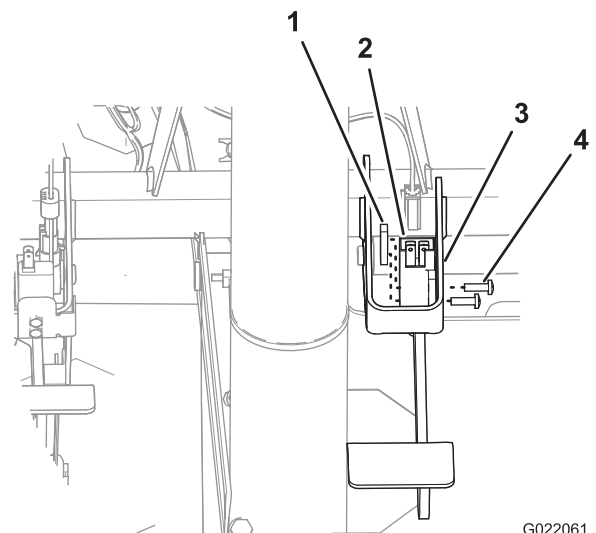

図 6
1. 新しい 4ピン (ブレーキ) スイッチを、ブレーキペダル用サポートブラケットに整列させる：スイッチのピンが上 (ステアリングホイールの方) を向くようにする (図 6)。
2. 4ピン（ブレーキ）スイッチの穴を、サポートブラケットの穴に合わせる（図 6）。
3. ねじ2本とねじ穴付きプレートもう一枚を使ってスイッチをブラケットに固定する（図 6）。